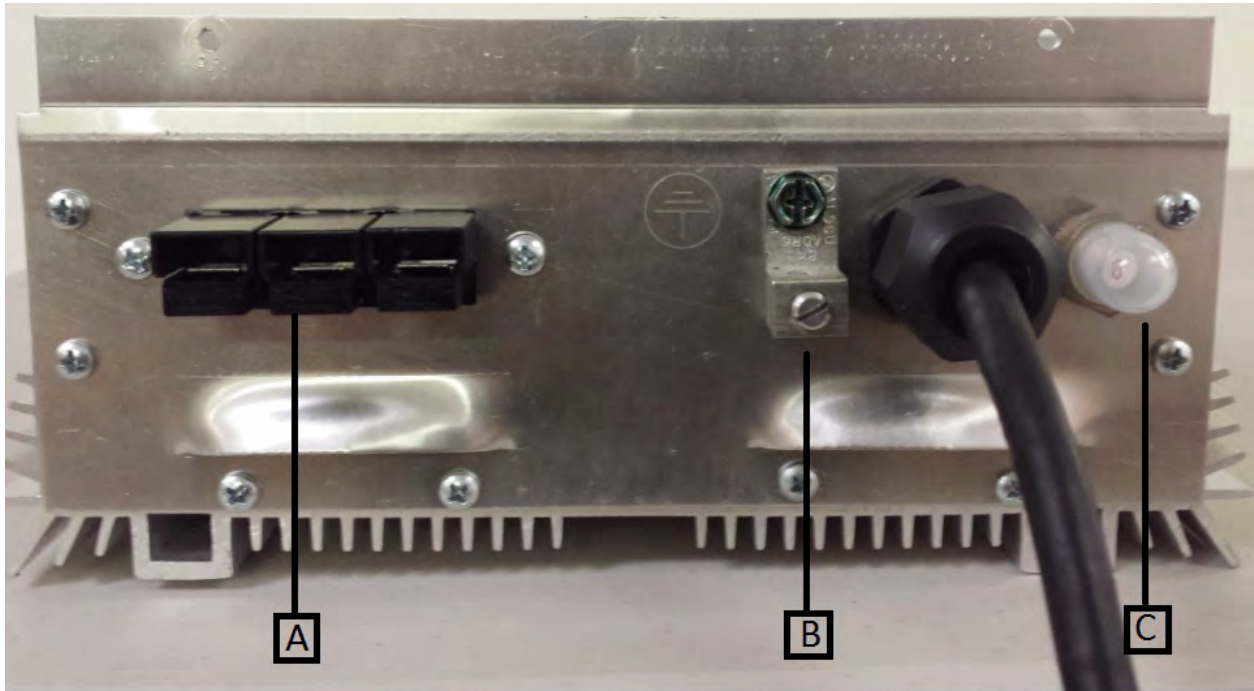

Ilustración 2
5. Conecte un cable de interconexión de 8 AWG (**no se incluye**) en la varilla de toma a tierra y la orejeta de toma a tierra (ubicadas a la izquierda del cable de alimentación en la ilustración 2 que aparece arriba) en la parte inferior del centro de mando. **La garantía se anulará si la conexión no se realiza correctamente.**
Alinee las tres clavijas del enchufe del cable de la celda con el tomacorriente de la parte inferior del centro de mando (Parte A en la ilustración 2 que aparece arriba) e inserte el conector hasta escuchar un